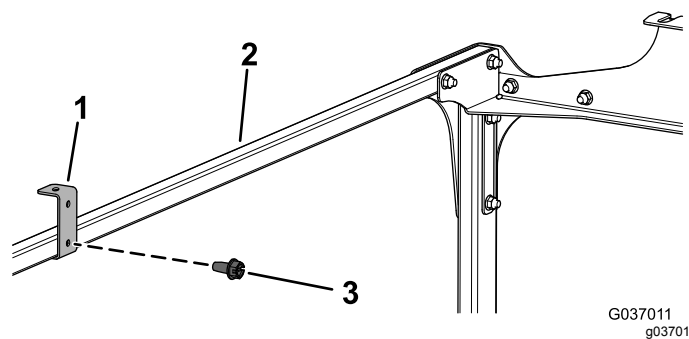

Bild 12
13. Befestigen Sie die zwei Dachstützhalterungen mit zwei Blechschrauben (1/4" x 1/2") an den Querverbindungsrohren, wie in **Bild 12** abgebildet.